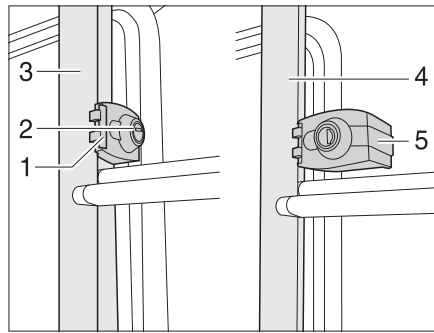

Fig. 3 Bloccaggio della scaletta del portapacchi
- Inserire la chiave nel cilindro della serratura (Fig. 3,2) di bloccaggio della scaletta del portapacchi (Fig. 3,1) e ruotare di un quarto di giro portando la chiave in posizione verticale.
- Bloccare la parte ribaltabile della scaletta del portapacchi (Fig. 3,4) ed aprire la staffa di sicurezza (Fig. 3,5).
- Inserire la chiave nel cilindro della serratura (Fig. 3,2) del bloccaggio della scaletta del portapacchi (Fig. 3,1).
- Chiudere la staffa di sicurezza (Fig. 3,5) intorno al tubolare della parte fissa della scaletta del portapacchi (Fig. 3,3).